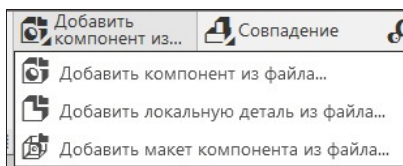

Рис. 25.4. Панель кнопки Добавить компонент из файла
- Кнопка **Добавить компонент из файла** раскрывает группу команд (рис. 25.4) для добавления локальной детали и макета;